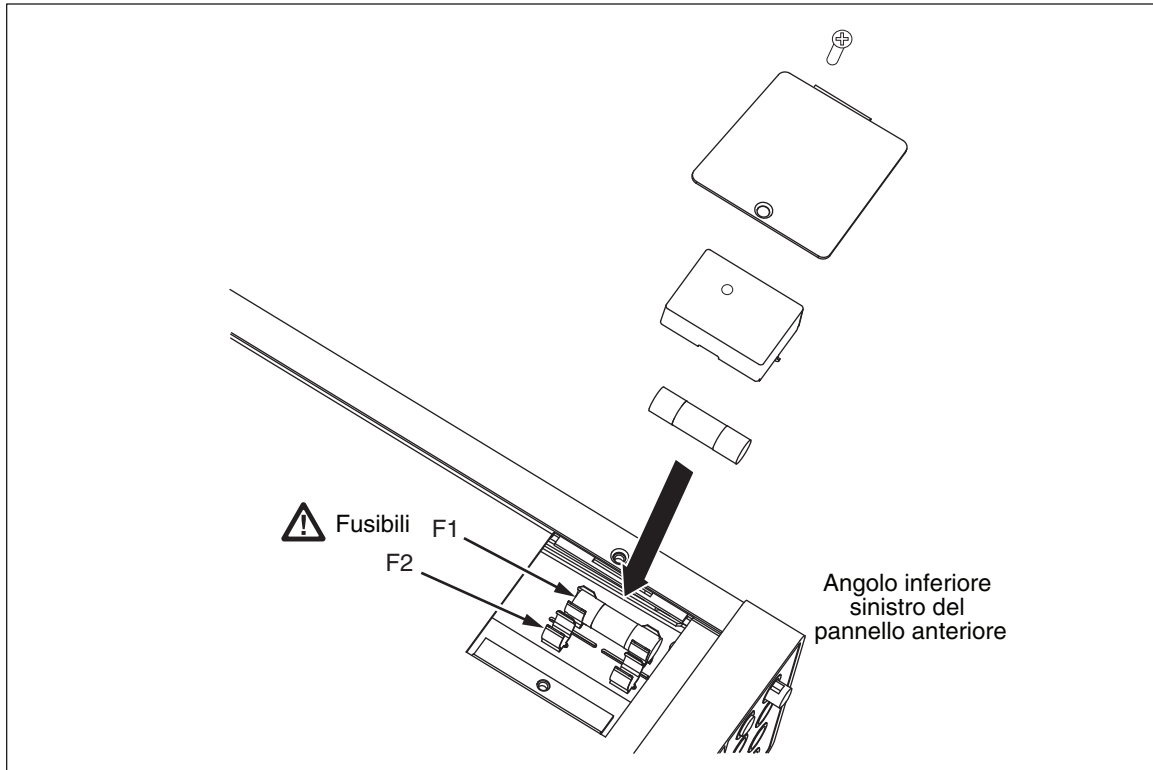

Figura 2-2. Sostituzione dei fusibili degli ingressi di corrente
3. Svitare la vite di fissaggio dallo sportello del vano portafusibili, come illustrato nella Figura 2-2.